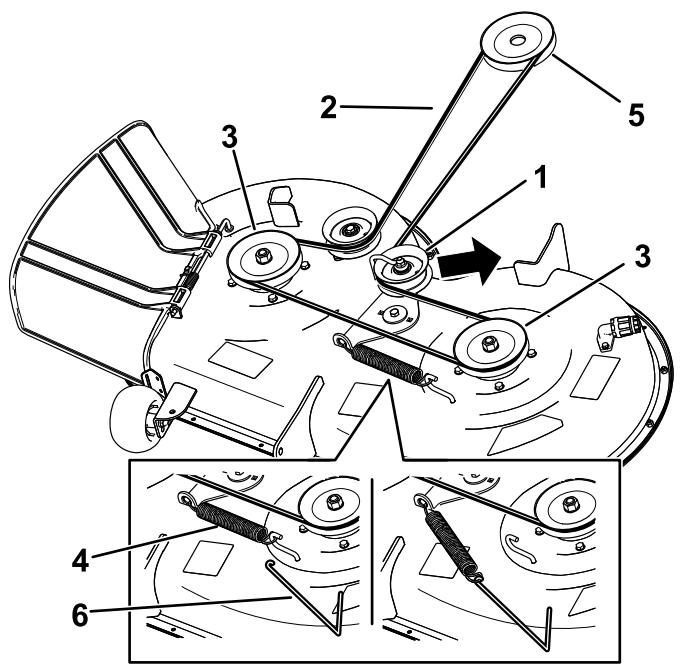

Figura 49
2. Tornillo (3)
- Usando una herramienta para la retirada de muelles (Pieza Toro Nº 92-5771), retire el muelle tensor del gancho de la carcasa para eliminar la tensión de la polea tensora, y retire la correa de las poleas (Figura 49).
- Pase la correa nueva alrededor de las poleas del motor y del cortacésped (Figura 49).
- Usando una herramienta para la retirada de muelles (Pieza Toro Nº 92-5771), instale el muelle tensor sobre el gancho de la carcasa y tense la polea tensora y la correa (Figura 49).